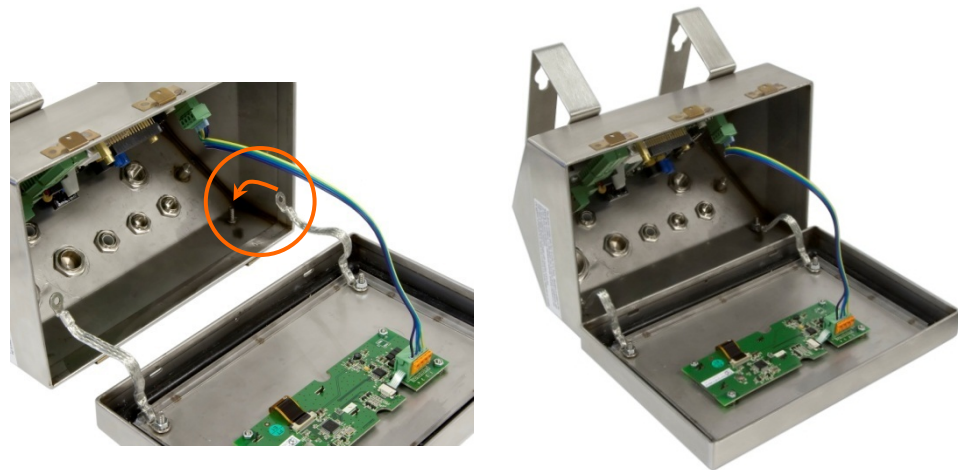

Figure 2-22 : Inversion du couvercle
- c. Faites tourner le couvercle avant sur 180 degrés et fixez à nouveau les deux bandes de mise à la terre aux deux goujons près des bagues à l'aide des deux écrous enlevés au cours de l'étape précédente (voir la Figure 2-22). Serrez les deux écrous.